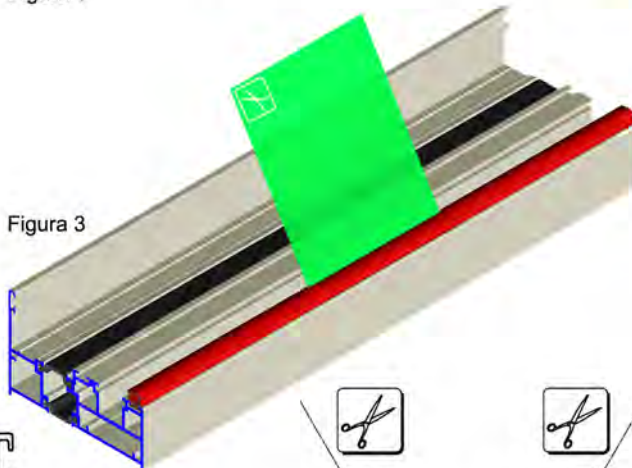

Figura 3
- 3 - Tagliare la guarnizione alla base della stessa (la parte che si trova nella cavetta del profilo). Effettuare l'incisione su tutta la lunghezza della cerniera (80 mm), determinata dal primo taglio perpendicolare sulla guarnizione (punto 1), su entrambi i lati della stessa (Figura 3, Fig.4A e Fig.4B), fino ad avere due tagli come rappresentato in Fig.4C.